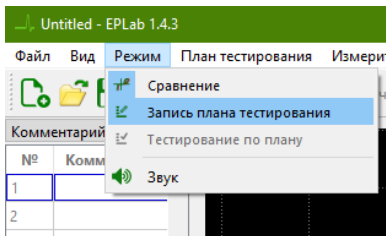

Рисунок 4.29 - Пункт меню «Запись плана тестирования» ПО EPLab.
2. Перейдите в запись плана тестирования, для этого выберите пункт меню **Режим ► Запись плана тестирования** (рис. 4.29) или нажмите на иконку  на верхней панели.